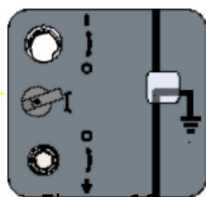

Figura 12
1) Verificați dacă ușa compartimentului de cabluri este închisă și dacă selectorul de acționare pentru separator/cuțit de legare la pământ se află în această poziție (figura 12).